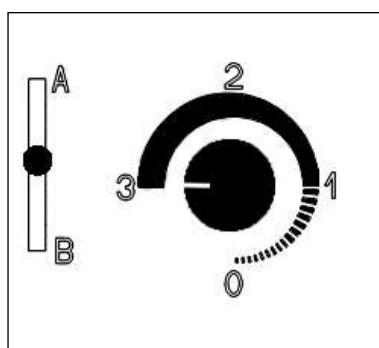

Fig. 11. Allumage et recharge
2. Tournez le bouton de contrôle de la combustion et positionnez-le vers la gauche. Ce bouton doit être tourné manuellement ou en appuyant sur la touche «ON/HI» de la télécommande (en option). (Configuration fig. 11)